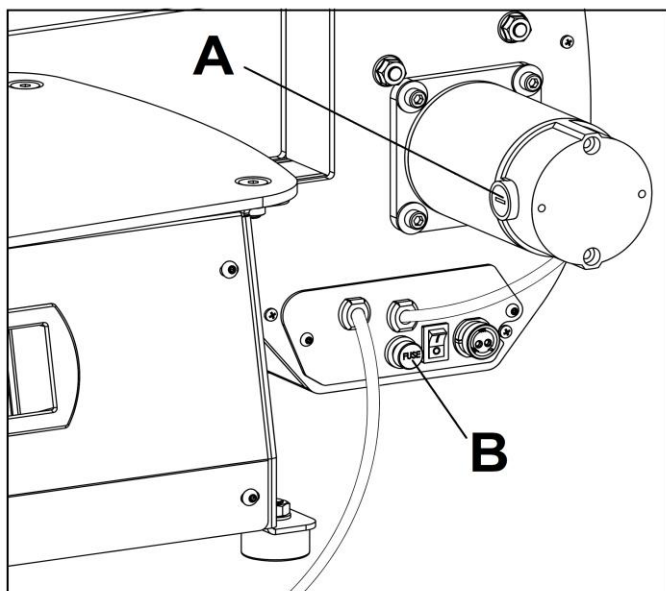

Рис. 23
Лобзиковый станок оснащен предохранителем на 1,5АРМ (В, рис.23) для защиты от перегрузки. Если станок перестает работать, проверьте предохранитель:
- снимите крышки щеток (А, рис.23).